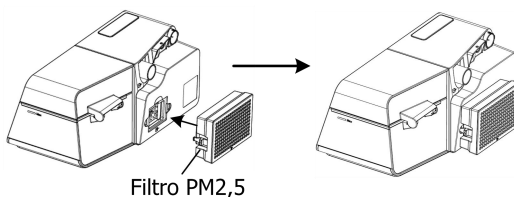

Fig. 12-3
(3) Cambiare il filtro dell'aria e il tappo del filtro PM2,5, come mostrato nella Fig. 12-3.